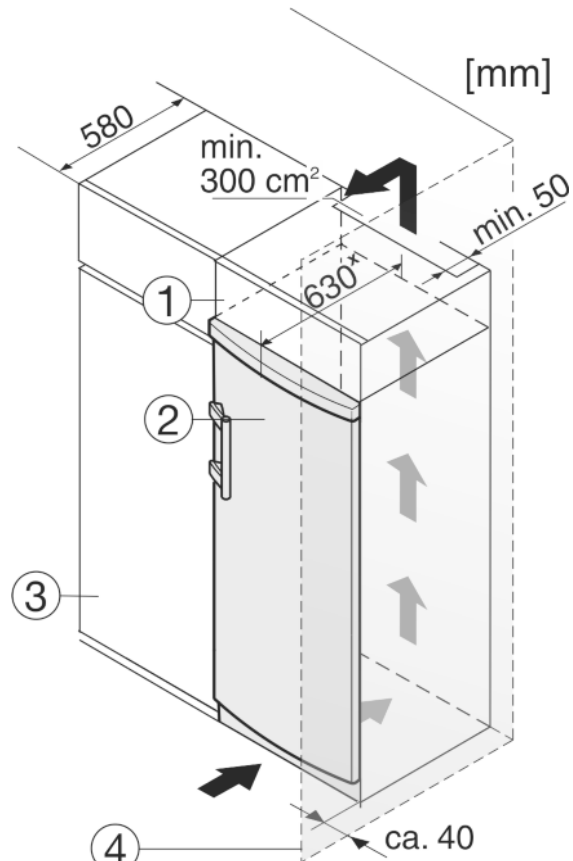

Fig. 10
- (1) Yläkaappi (3) Keittiökaappi
(2) Laite (4) Seinä
Laite voidaan asentaa kalustekaappiin. Jotta korkeus Fig. 10 (2) saadaan yhdenmukaiseksi kaapistojen kanssa, laitteen päälle voi asentaa lisäkaapin Fig. 10 (1).
Asennettaessa keittiökaapistoon (syvyys enintään 580 mm) laite voidaan sijoittaa aivan keittiökaapin Fig. 10 (3) viereen. Laite on sivussa 34 mm * ja laitteen keskellä 50 mm * keittiökaapin etupaneelin edessä.
Kun laitteen oven saranapuoli asennetaan seinän *Fig. 10 (4)* viereen, laitteen ja seinän väliin on jätettävä etäisyydeksi vähintään 40 mm. Tämä väli vastaa oven avautumisen vaatimaa mitta.